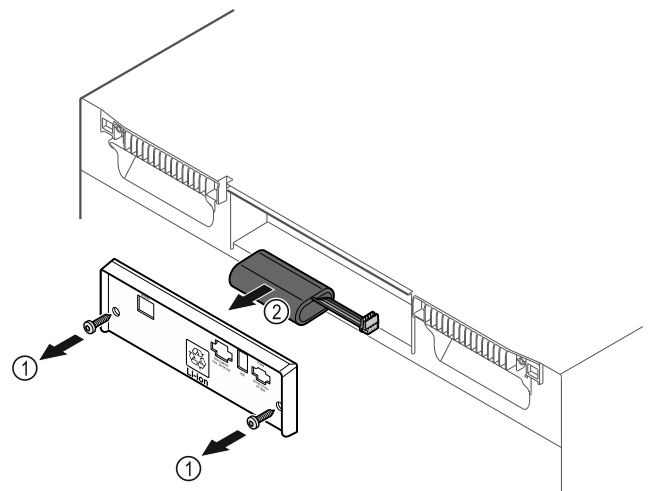

Fig. 202
- ▶ Svitare le viti e rimuovere il coperchio sul retro dell'apparecchiatura Fig. 202 (1).
- ▶ Scollegare e rimuovere la batteria Fig. 202 (2).